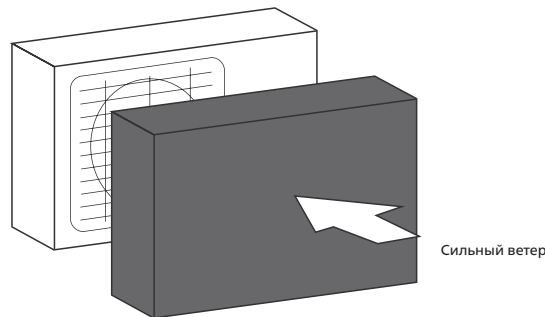

Рис. 5.2
- ⇒ Если в месте установки бывают сильные ветры (например, на морском побережье), устанавливайте устройство на стене с подветренной стороны. При необходимости используйте защитный экран (рис. 5.2)